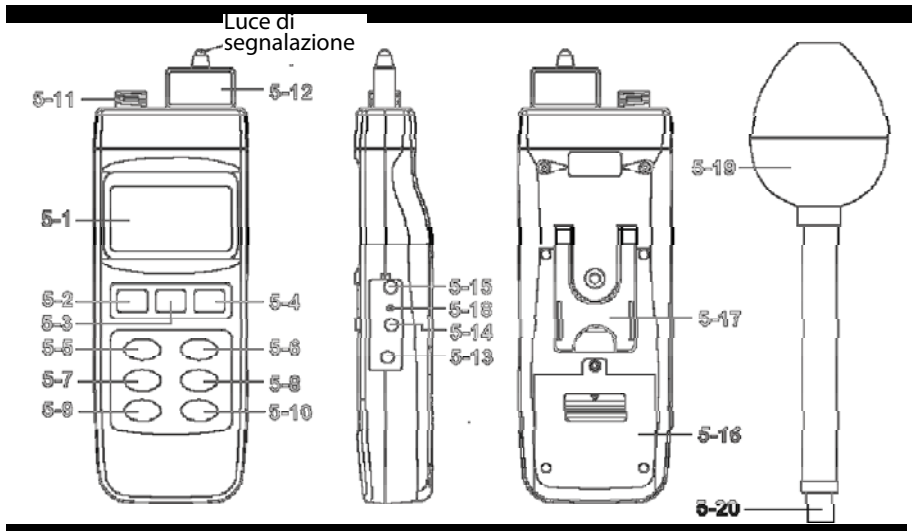

Fig.1
Lo strumento possiede un'interfaccia seriale PC RS232 mediante un terminale da 3,5 mm (5-14, Fig. 1).
Premere il "tasto SET (Impostazione)" (5-10, Fig. 1) in maniera continuativa e per più di due secondi per visualizzare quanto segue sul display:
Premere una volta il "Tasto Send (Invio)" (5-9, Fig. 1) e i dati nel blocco di memoria verranno inviati. Durante l'invio dei dati, in basso a destra sul display comparirà l'indicazione "Sending Data (Invio Dati)". Quando l'invio dei dati è stato completato, in basso a destra sul display comparirà nuovamente l'indicazione "Transmit mode (Modalità Trasmissione)".
- Premere il "Tasto ESC (Uscita)" (5-3, Fig. 1) per uscire dalla funzione di invio dati e ritornare alla visualizzazione standard.
Premere una volta il "Tasto Logger" (5-10, Fig. 1) e sul display apparirà il tempo di campionatura.
Premere una volta il "tasto  " (5-9, Fig. 1) per visualizzare la data e l'ora.
- 2) Dopo aver selezionato la sonda opportuna, inserire la relativa "Memory Card Sonda" (5-12, Fig. 1) nella presa frontale del misuratore.
- Utilizzare il tasto "Frequency Team (Campo di frequenza)" (5-5, Fig. 1) per selezionare il valore di frequenza più prossimo al segnale da misurare.
Premere il " Tasto SEND (Invio)" (5-9, Fig. 1) per almeno 2 secondi fino a quando in basso a destra sul display comparirà "Transmit mode (Modalità Trasmissione)", poi rilasciare il tasto
Premere una volta il "Tasto memorizzazione livello di picco" (5-7, Fig. 1) per bloccare il valore di picco sul display e premere ancora una volta per uscire da questa funzione.
- Premendo una volta il "Tasto Logger" (5-10, Fig. 1) comparirà il valore relativo al tempo di campionatura in basso a sinistra sul display. Poi questo valore scomparirà.
- Premendo una volta il "Tasto REC (Registrazione)" (5-4, Fig. 1) si avvia la funzione di Registrazione Dati e sul display comparirà il simbolo "REC".
Premere una volta il "Tasto Logger" (5-10, Fig. 1) per avviare la funzione di Data Logger automatico e, allo stesso tempo, in basso a destra sul display comparirà l'indicazione di "Registrazione", che testimonia la funzione data Logger in esecuzione. In alto sul display compariranno le indicazioni "DATA (Dati)" e "REC".